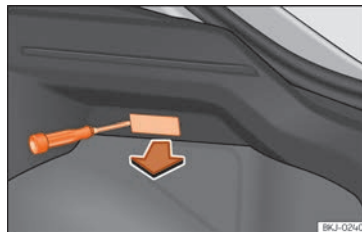

Fig. 176 Luz del maletero.
- Extraiga la tulipa haciendo presión sobre el borde de la parte interior de la misma con ayuda de un destornillador por su parte plana >>> **fig. 176**.